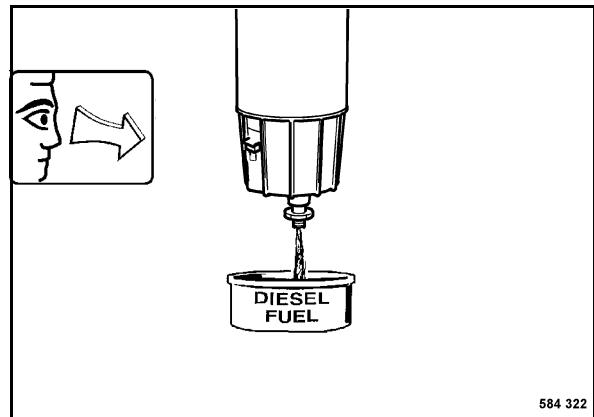

Fig. 106
- Soltar el tornillo de descarga (Fig. 106) por algunas vueltas y recoger el combustible / agua saliendo.